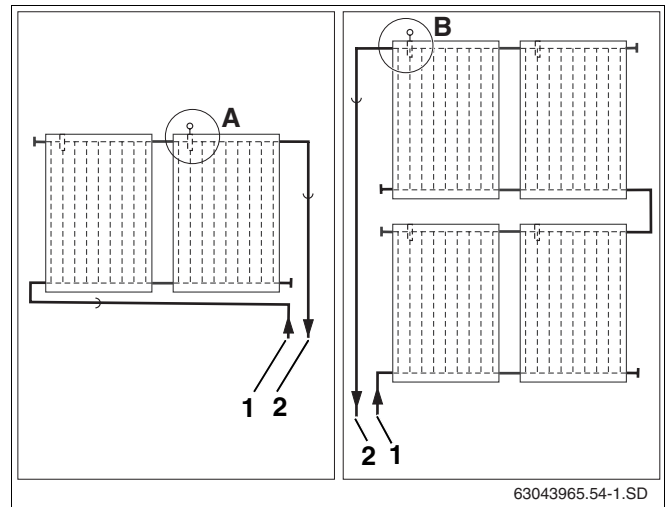

Fig. 53 Posizionamento della sonda del collettore (rappresentazione schematica)
Fare attenzione al posizionamento della sonda nel caso di collettori in singola o doppia serie (fig. 53).
La sonda del collettore deve essere montata nel collettore con la tubazione di mandata già collegata (fig. 53, **pos. 2**).
- Posizionamento (fig. 53, **pos. A**) per sistemi di collettori ad una serie, con tubazione di mandata a destra.
- Posizionamento (fig. 53, **pos. B**) per sistemi di collettori a due serie, con tubazione di mandata a sinistra.